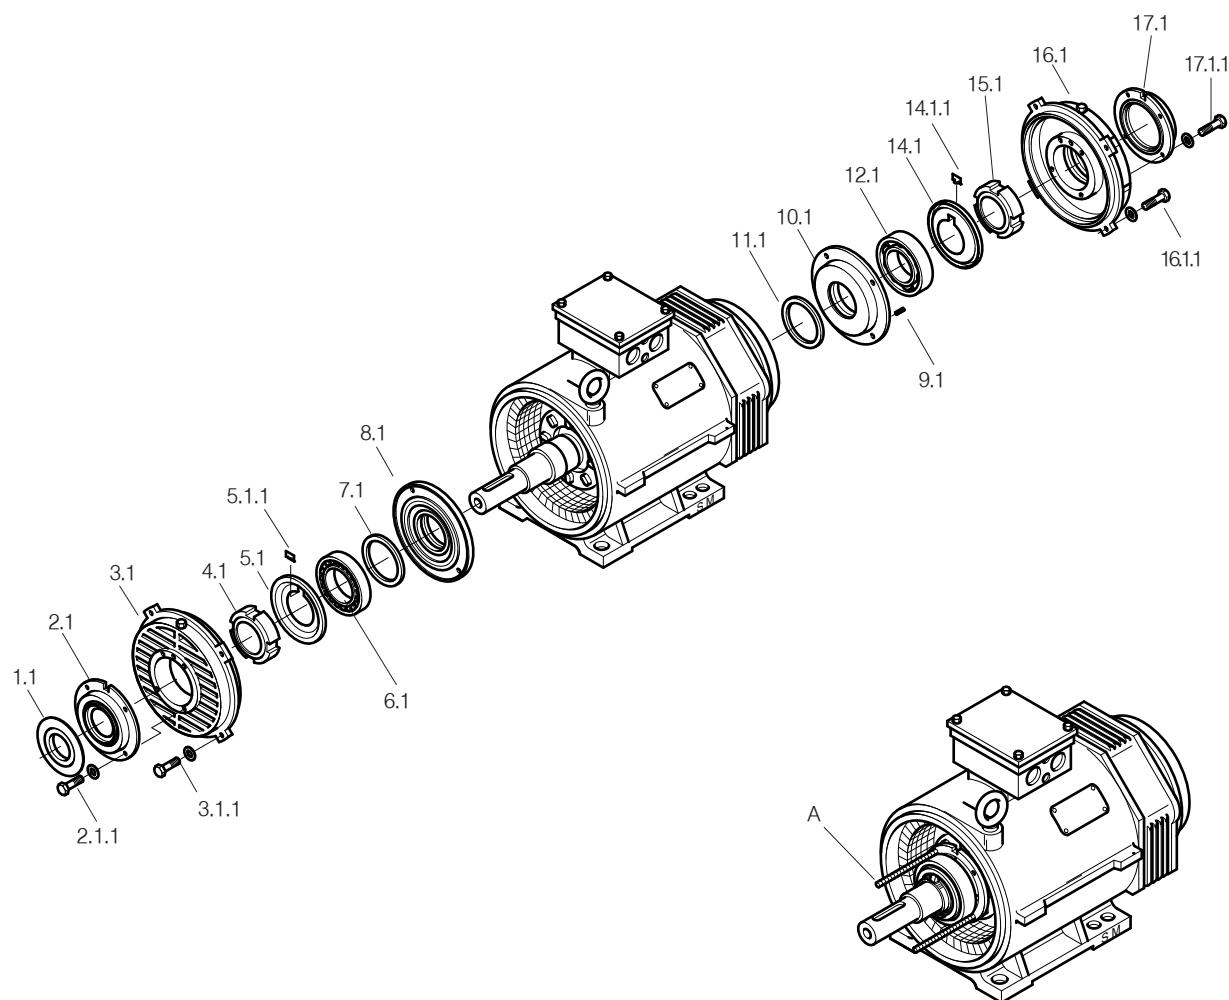

Рис. 15: Замена подшипников с высотой оси AH355+400
5.6.2 Монтаж ведущего и противоположного радиального шарикоподшипника (рис. 15) (ведущий роликоподшипник с цилиндрическими роликами см. 5.6.4).